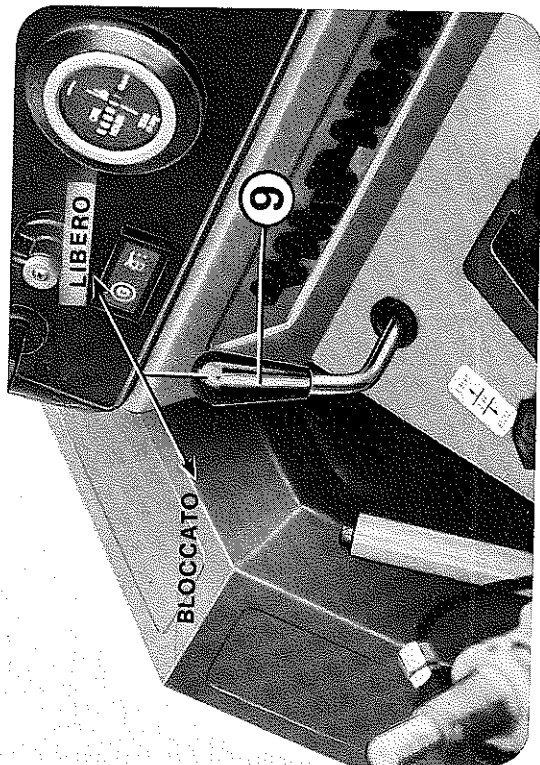

Fig. 13
- 9 - **Differential locking lever - Fig. 13**
- **LEVER POSITION - Fig. 13**
- 9 - **Differentialispe - Abb. 13**
- **HEBELSTELLUNGEN - Abb. 13**